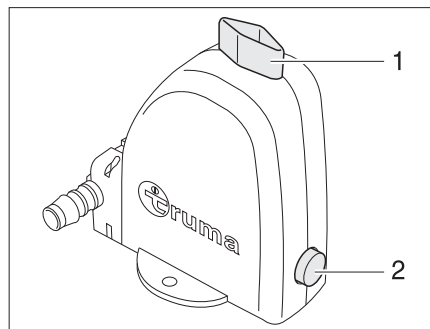

Fig. 107 Valvola di sicurezza/di scarico del boiler
Il boiler è dotato di una valvola di sicurezza/di scarico (Fig. 107). La valvola di sicurezza/di scarico impedisce che l'acqua congeli nel boiler in presenza di basse temperature esterne, quando il riscaldamento dell'autocaravan non è acceso. La valvola di sicurezza/di scarico è montata vicino al riscaldamento.
- Chiudere la valvola di sicurezza/di scarico. A tal fine ruotare la manopola verticalmente rispetto alla valvola di sicurezza/di scarico (Fig. 107,1) e premere verso l'interno il bottone automatico (Fig. 107,2).
- Aprire la valvola di sicurezza/di scarico. A tal fine ruotare la manopola (Fig. 107,1) nel senso della lunghezza della valvola di sicurezza/di scarico. Il bottone automatico (Fig. 107,2) scatta fuori. Il boiler viene svuotato verso l'esterno tramite la valvola di sicurezza/di scarico.